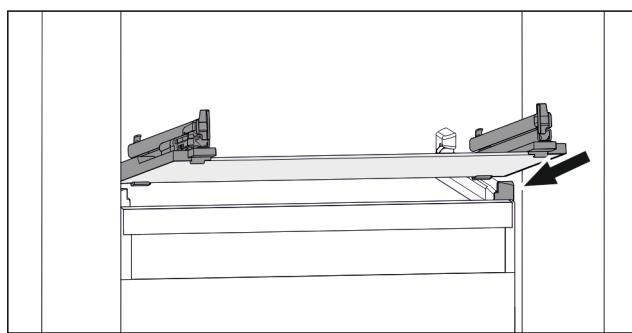

Fig. 161 Príklad zobrazenia sklenej dosky
- Nasadte sklenenú dosku šikmo za zarážkami. (pozri Fig. 161)